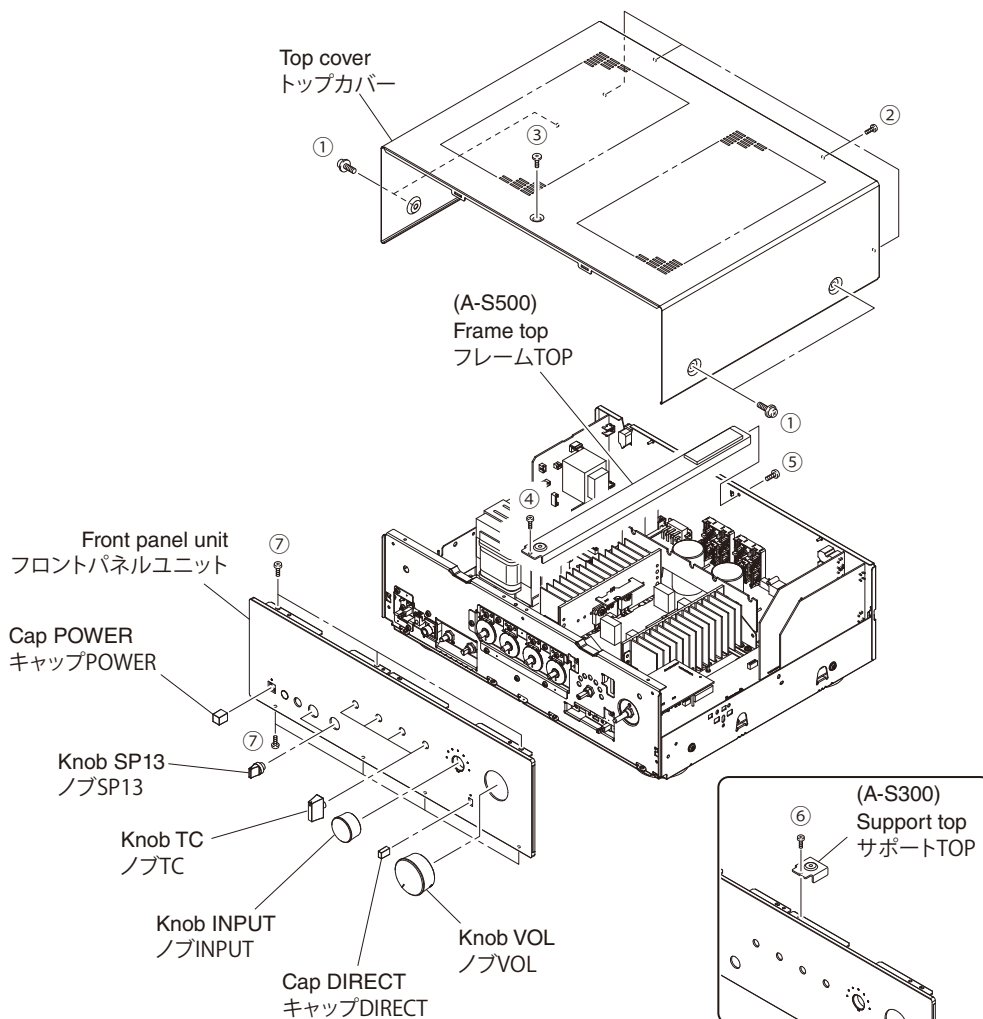

Fig. 1
- a. Remove 4 screws (①), 4 screws (②) and screw (③). (Fig. 1)
- b. Remove the top cover. (Fig. 1)
Remove screw (④), screw (⑤) and then remove the frame top. (Fig. 1)
Remove screw (⑥) and then remove the support top. (Fig. 1)
- b. Pull out the knobs and caps. (Fig. 1)
- c. Remove 7 screws (⑦). (Fig. 1)
- d. Remove the front panel unit. (Fig. 1)
- a. ① ネジ 4 本、② のネジ 4 本、③ のネジ 1 本を外します。 (Fig. 1)
- b. トップカバーを取り外します。 (Fig. 1)
④ のネジ 1 本、⑤ のネジ 1 本を外し、フレーム TOP を取り外します。 (Fig. 1)
⑥ のネジ 1 本を外し、サポート TOP を取り外します。 (Fig. 1)
- b. ノブ、キャップを取り外します。 (Fig. 1)
- c. ⑦ のネジ 7 本を外します。 (Fig. 1)
- d. フロントパネルユニットを前方へ取り外します。 (Fig. 1)